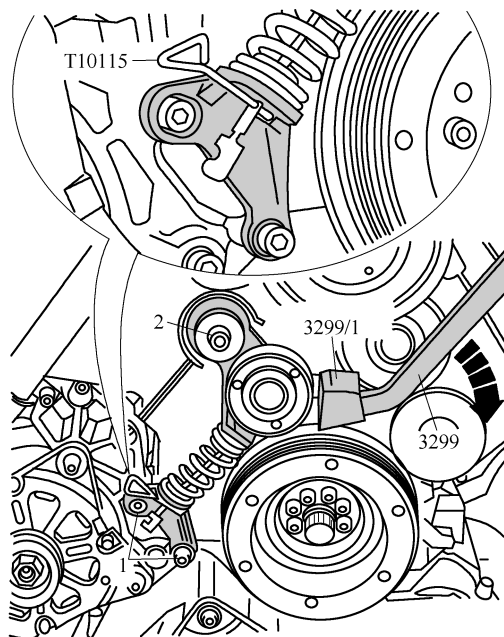

图 1-3-36 取下固定的多楔带张紧装置
- (3) 如图 1-3-36 所示, 固定时, 把多楔带张紧装置用多楔带撬杆 3299 和定位件 3299/1 沿箭头方向转动, 用锁止杆 T10115 固定, 并松开撬杆。旋出螺栓 1 和 2, 并取下固定的多楔带张紧装置。